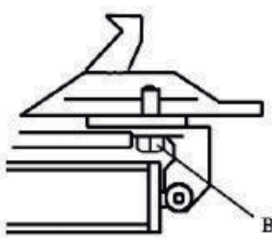

Fig. 20
Nota: Após os primeiros 20 dias de uso, reaperte as garras no prato giratório com parafusos de aperto (B) (Fig. 20).